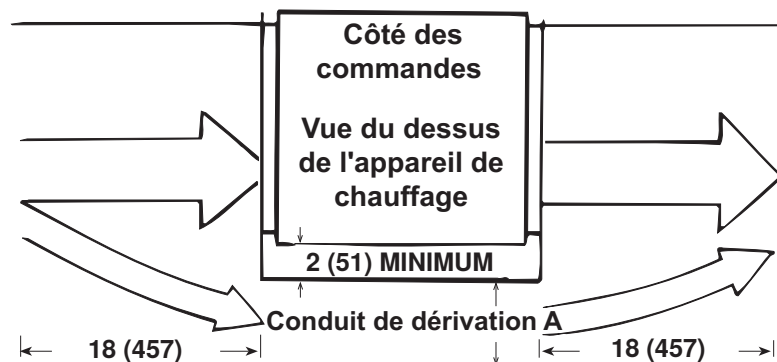

Figure 15. Dimensions du conduit de dérivation
Si le débit d'air (pi³/min) à travers l'appareil de chauffage est plus élevé que le débit désiré ou permis par l'appareil, vous pouvez installer un conduit de dérivation (voir **Figure 15**) pour remédier à la situation. Le conduit de contournement doit être situé sur le côté opposé aux commandes et à 51 mm (2 pouces) du panneau latéral de l'échangeur de chaleur. La profondeur du conduit de contournement est de 457 mm (18 pouces) tant à l'entrée qu'à la sortie. Déterminez la taille appropriée du conduit de contournement comme suit :
*Voir **Figure 15**.